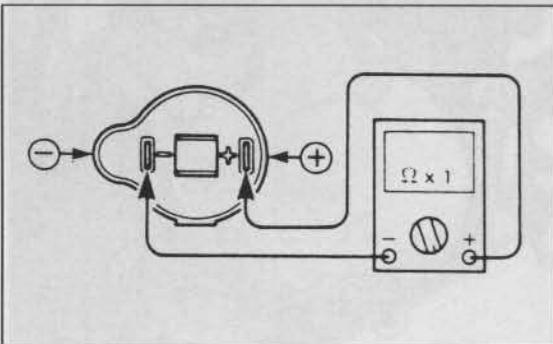

Bild 86
- Zündspule braucht zur Widerstandsmessung nicht ausgebaut zu werden. Widerstand der Primärwicklung zwischen den Steckkontakten der Zündspule messen (Bild 86). Sollwert: 3,4 bis 4,6 Ω .